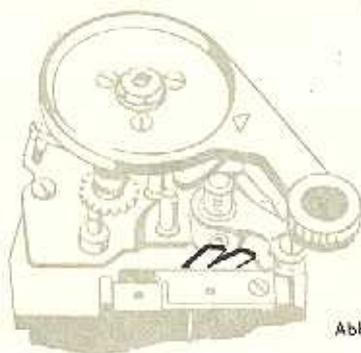
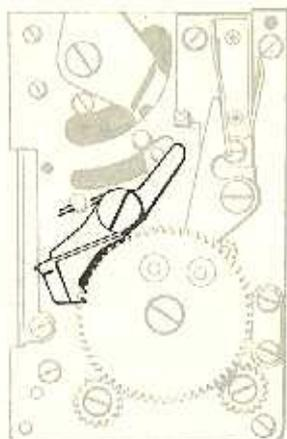

Abb. 4
Abb. 5
- h) Verschluss aufziehen, Spiegelaushebung durch eventuelles Auseinanderbiegen der Justierlappen am Aufzugssegment nachjustieren (s. Abb. 4), Spiegel muß 1 mm über Spiegelhaltehebel 370.06 U 6 hinweg ausgehoben werden, evtl. Mitnehmerscheibe 370.07 U 6 so umsetzen, daß Verschlussauslösehebel bei gespanntem Verschluss wieder einlegt (s. Abb. 5).